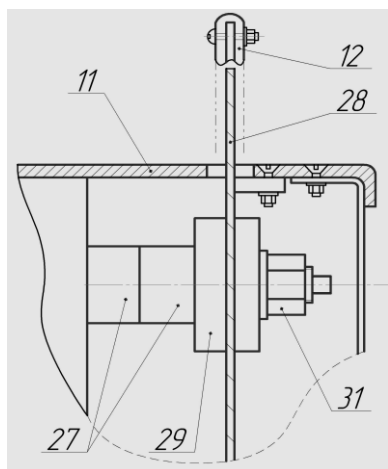

Рис. 3
Операции, выполняемые на станке, показаны на Рис.3÷12. Стрелками указано направление движения режущего инструмента и подача.
- **Рис.3** - Застопорив деревянным брусом строгальный вал, открутить гайку (31) крепления шайб и втулок на конце вала;
- Установить на вал две втулки (27), шайбу пилы (29), бумажные прокладочные шайбы при необходимости, пильный диск (28), плоскую зажимную шайбу на диаметр Ø24, плоскую шайбу на диаметр Ø16 и зажать весь пакет гайкой крепления (31) на конце вала;